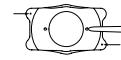

Fig. 10
- Håll ICL:en eller TICL:en med tång och inspektera den under operationsmikroskopet för att identifiera och verifiera ICL:ens eller TICL:ens korrekta orientering. (Fig. 10)